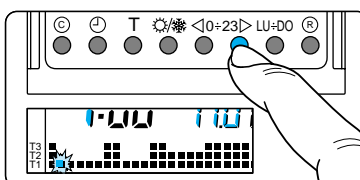

Fig. 38
8.4 - Mediante il pulsante ∇ oppure Δ (fig.37) selezionare il livello di temperatura desiderato; premere quindi il pulsante 0÷23> per passare all'ora successiva e selezionare ugualmente la temperatura desiderata (fig.38).